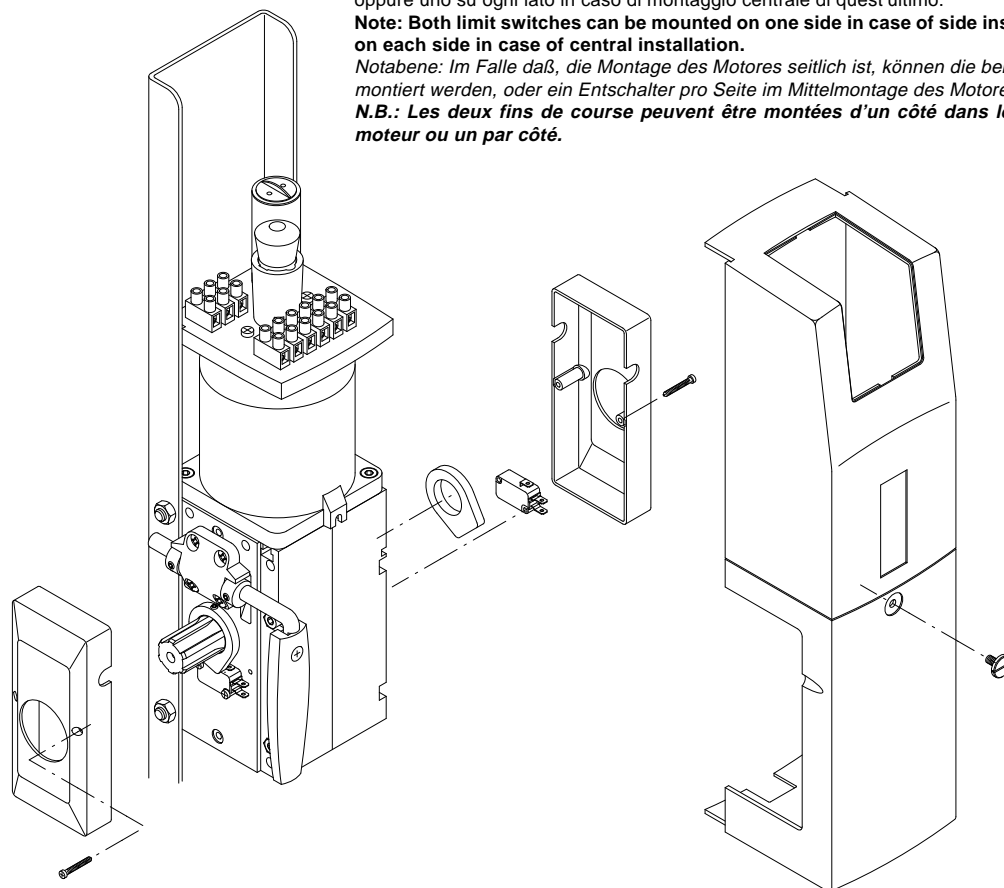

Fig.16
8. Regolazione dei finecorsa (fig. 16)
8. Limit stops adjustment (fig. 16)
8. Einstellung der Endschalter (Bild 16)
8. Réglage des fins de course (fig. 16)